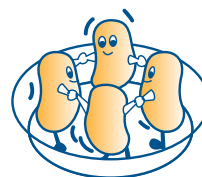

fig. 10
- 5) Si se cuecen varias porciones de la misma comida, por ejemplo patatas hervidas, **distribuir las dandoles forma de rosca** en una fuente de pirex para obtener una cocción uniforme (fig. 10).